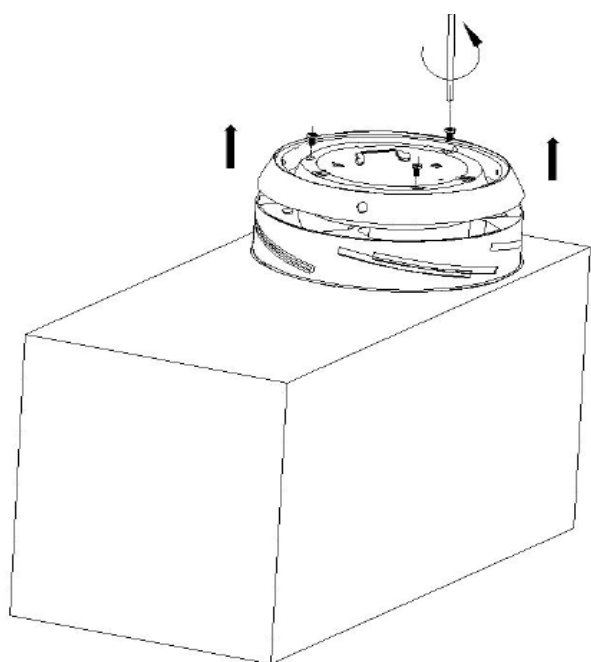

Fig. 4
NOTA: El agujero en el embalaje de espuma está diseñado para ayudarle a sujetar el módulo de ventilador en posición. Inserte el extremo con la cubierta de dosel en el agujero del embalaje de forma que el motor quede de hacia cara arriba durante el montaje. Fig 4.
- Retire los tornillos de la placa de luces y retire la placa. Fig 4.